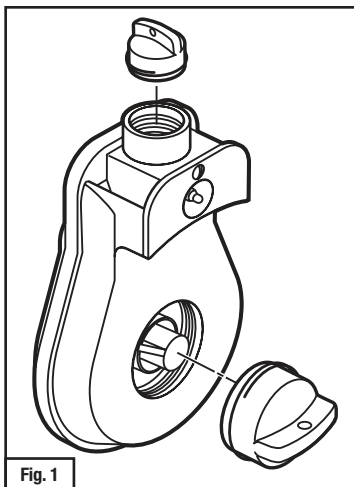

Fig. 1
3. Retire os plugues da entrada e saída do motor/ventoinha como mostrado. Guarde os plugues de usados durante a limpeza (Fig. 1).